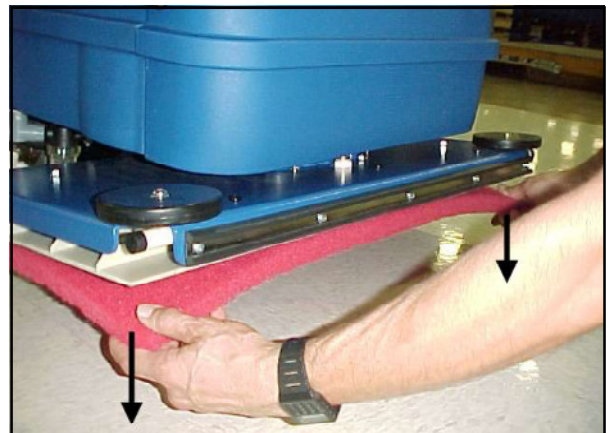

Рисунок 16
5. Потяните назад щетку или полировальник до тех пор, пока он не освободиться из гибких пластин. Смотри рис. 16.